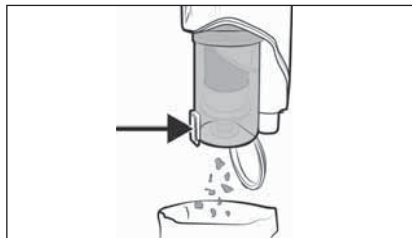

Fig. 21
❶ Remarque
- 1) Tenez le bac à poussière **7** dans une poubelle et appuyez sur la touche de déverrouillage du couvercle du bac à poussière **8**. Le couvercle du bac à poussière **9** s'ouvre et son contenu est vidé dans la poubelle (voir figure 21). Fermez ensuite le couvercle du bac à poussière **9**.